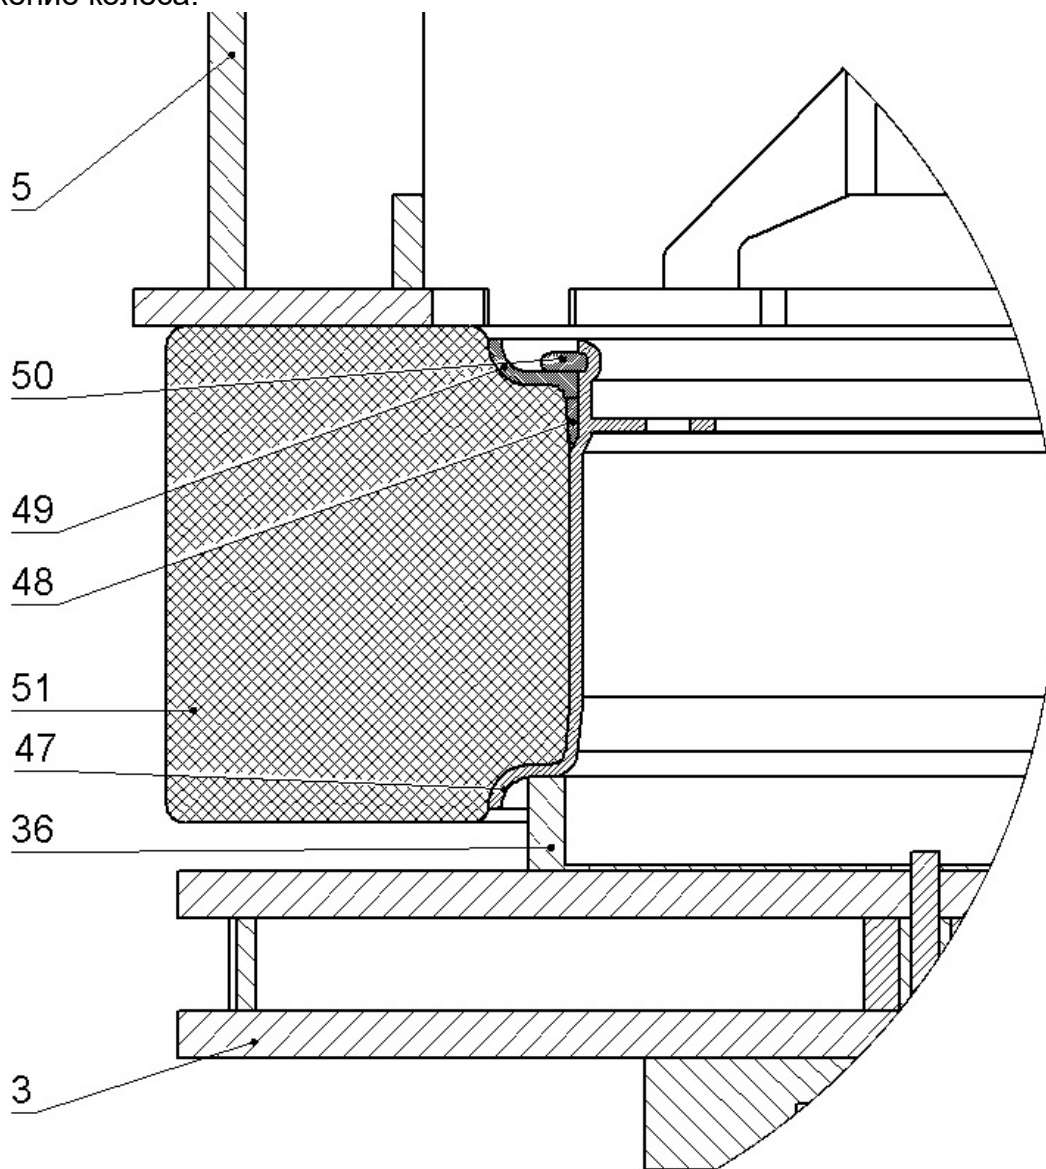

Рис. 18 Обжатие колеса
3.3.5.1. Установите кольцо поз. 36 согласно размеру обода, центрируя его по направляющему пальцу. (См. рис.18).